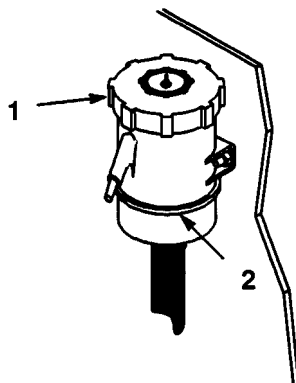

Figure 34
4. Quand la boîte pont est froide, rectifier le niveau jusqu'à la marque "Full cold" sur le réservoir (Fig. 34).